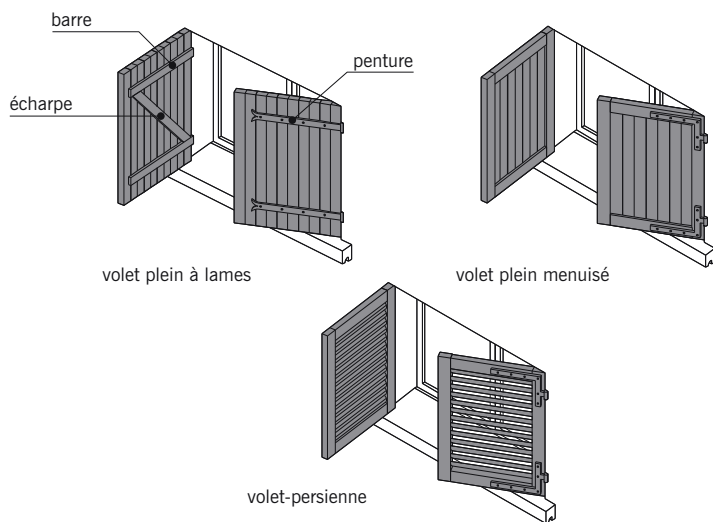

fig. 11.60
■ Le **volet battant** appelé aussi **volet** : ouvrage de fermeture constitué de panneaux articulés en bois, en métal ou en PVC, placé à l'extérieur de la baie. Autrefois, le mot volet désignait exclusivement une fermeture placée à l'intérieur de la pièce, tandis que le terme **contrevent** s'appliquait aux fermetures extérieures. De nos jours, contrevent et volet sont synonymes. On distingue plusieurs types de volets battants (fig. 11.60) :